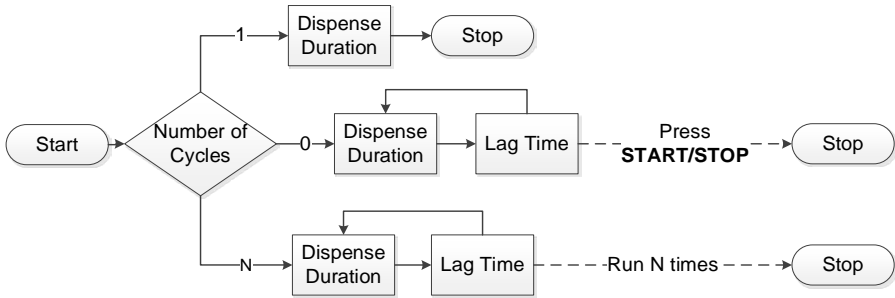

Abbildung 17. Einstellung des Dosierzyklus
5. Zyklen (“Cycles”): Anzahl der Zyklen für den Dosiermodus. Die Zahl der Zyklen kann zwischen 0 und 999 liegen. Wenn die Einstellung auf 0 lautet, läuft der Dosiervorgang weiter, bis **START/STOPP** gedrückt wird. Lautet die Einstellung auf einen anderen Wert, stoppt die Pumpe, wenn die eingestellte Anzahl von Dosierzyklen abgeschlossen ist (s. Abbildung 17).